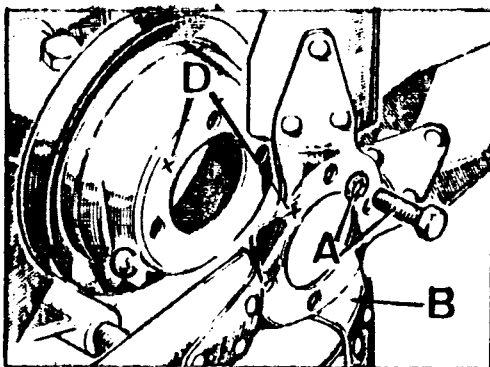

Fig. A3-20 Desmontaje del ventilador
- 1.4. Desmontar los tornillos y arandelas, A (Fig. A3-20) que fijan el ventilador a la polea. Retirar el ventilador, B, y extraer la polea, C.
- 2.2. Instalar el ventilador, B (Fig. A3-20) haciendo coincidir sus marcas de apareamiento, D, y fijarlo con sus tornillos, A.